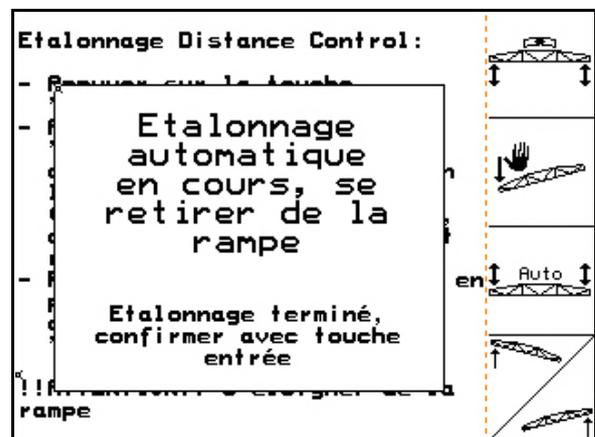

Fig. 20
- L'ordinateur indique la fin de l'étalonnage automatique (Fig. 20).